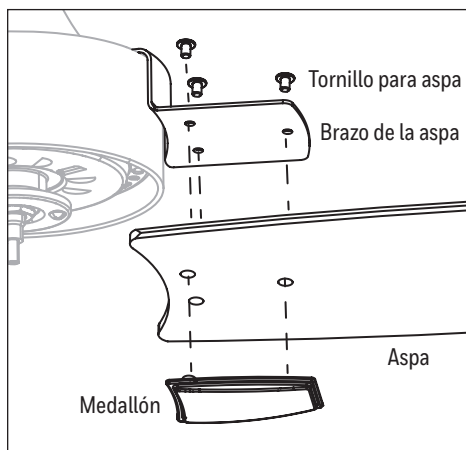

Figura 5.4
- Coloque parcialmente los tres tornillos del aspa a través del aspas, del brazos del aspa y en el medallón. Apriete cada uno de los tornillos del aspa, comenzando por el que está en el centro. Repita este paso para las aspas restantes (Figura 5.4).